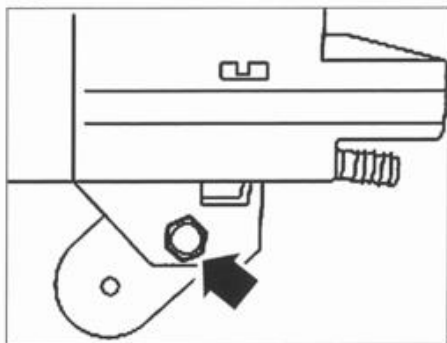

FIG. 78
- Desmontar los tornillos (2).
- Con un segundo operario, comprimir las patas de los clips de fijación (3) y bajar el techo corredizo.
- Aflojar el tornillo de sujeción del techo corredizo (fig. 78).